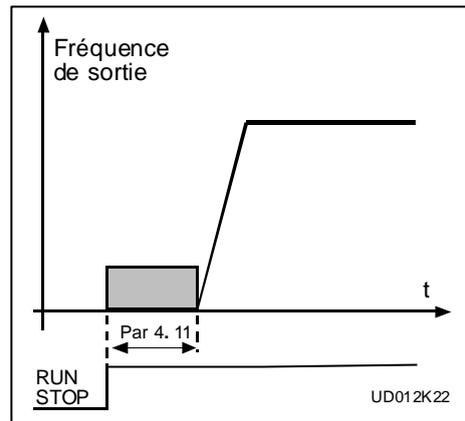

Figure 5.5-20 Temps de freinage à CC au démarrage.
- >0 Le freinage à courant continu est activé lorsque la commande de démarrage est donnée et ce paramètre définit le temps avant que le freinage soit relâché. Après que le freinage est relâché, la fréquence de sortie augmente selon le paramètre de fonction de démarrage réglé 4.6 et les paramètres d'accélération (1.3, 4.1 ou 4.2, 4.3), voir figure 5.5-20.